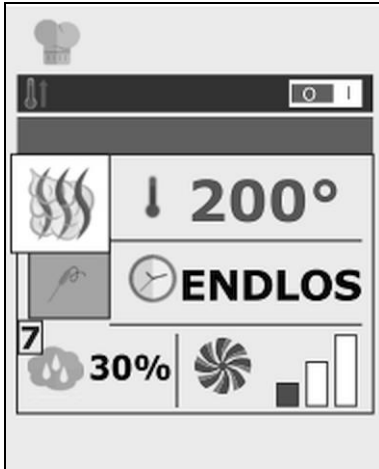

Abb. 13
1. Um den gewünschten Feuchtigkeitsgrad einzustellen, die Taste 7 (Abb. 13) drücken und den Wert einstellen.